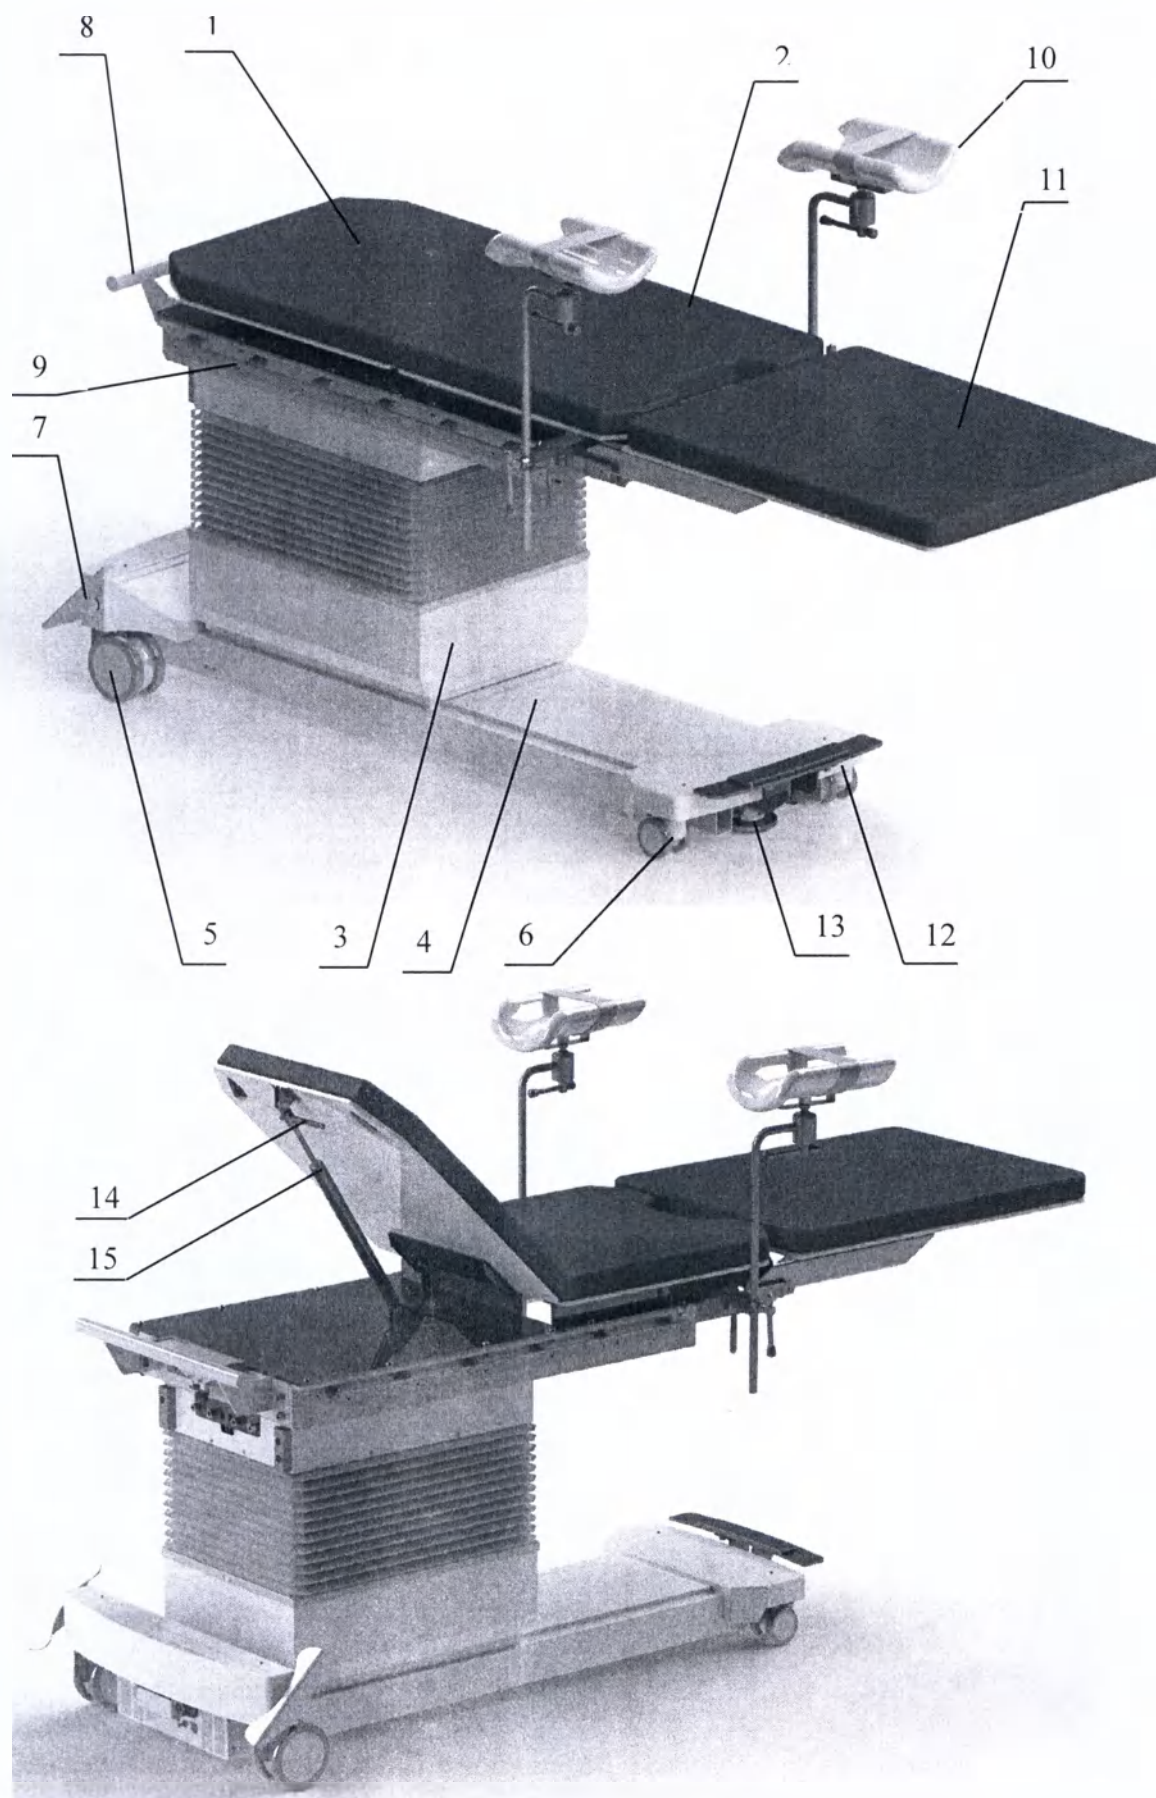

Рисунок 1 - Стол рентгенохирургический Медин-Сафис -03
6.1 Стол рентгенохирургический МЕДИН САФИС-03 (Рисунок 1) состоит из столешницы, станины и направляющей колонны.
Регулировка наклонов и сдвигов столешницы осуществляется с основного и вспомогательного пультов управления путем нажатия соответствующих кнопок. Регулировка подъема спинки осуществляется газовой пружиной 15 (Рисунок 1), при помощи ручки 14.
Тумба состоит из станины 3 и направляющей 2 (Рисунок 1). В тумбе смонтирован электрический привод, который управляет всеми движениями панели стола:
Тумба снабжена колёсами и выдвижной опорой. Перевод стола в зафиксированное (стационарное) положение производится нажатием ногой на педаль 11(Рисунок 1) до упора и на педаль тормоза колес 6 (Рисунок 1). При этом поворотные колеса Ø75 поз.5 отрываются от пола и стол устанавливается на регулируемую опору. Поднятием педали вверх стол опускается на колеса в транспортное положение. Нажатием на педаль 6 в другую сторону растормаживаются колеса Ø125мм поз.4.
- 9.6 Проверьте надежность установки стола на опору 12 (Рисунок 1).. При необходимости отрегулируйте опору.
- 9.7 Вставьте разъемы пультов управления в гнезда, расположенные в верхней части направляющей колонны 2 стола (Рисунок 1).